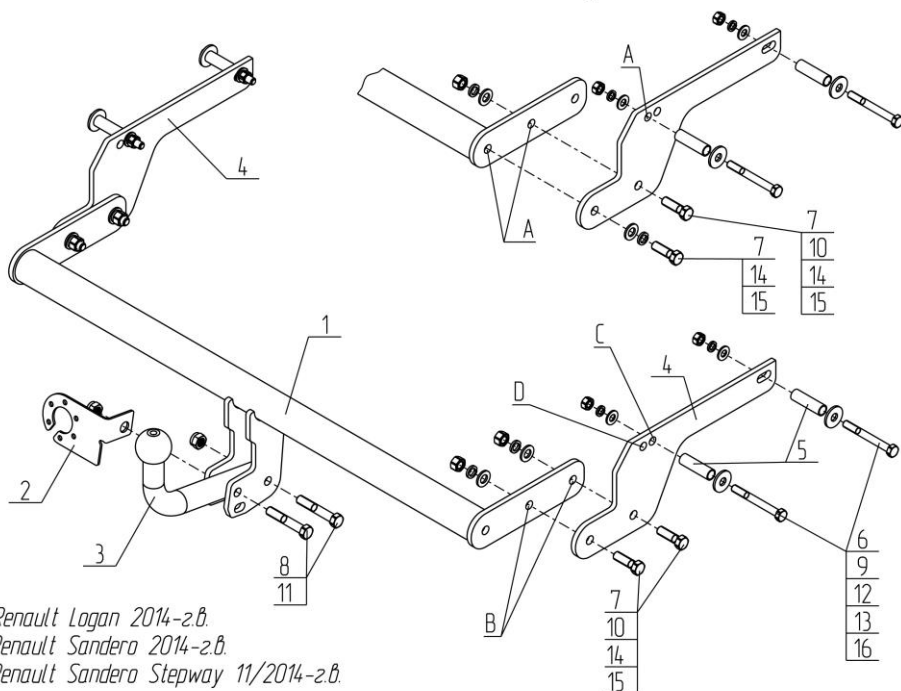

Рис.1 Установка на автомобиль
- Закрепить на автомобиле кронштейны поз.4 с помощью крепежных элементов показанных на Рис.1, используя увеличенные шайбы поз.16 и дистанционные втулки поз.5. Для автомобиля Logan до 2014г.в. используйте отверстия «А», для Logan с 2014г.в. - отверстия «В» и «С», для Sandero и Sandero Stepway с 2014г.в. - отверстия «В» и «D». **ВНИМАНИЕ!!!** Установка ТСУ без дистанционных втулок может привести к деформации элементов кузова автомобиля при монтаже и их разрушению при эксплуатации! Крепеж не затягивать!